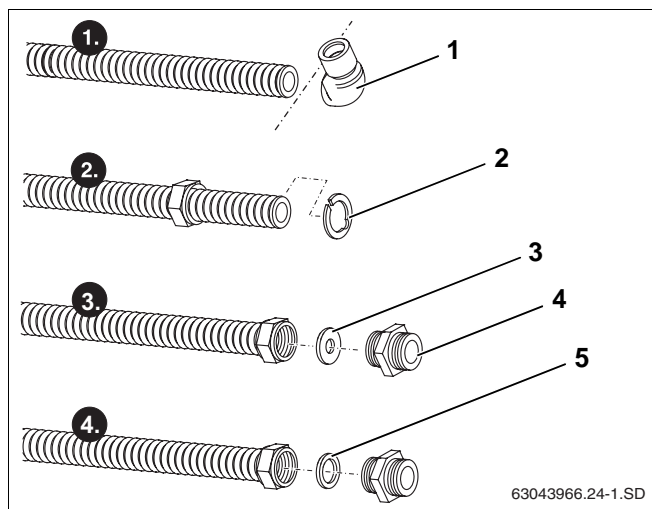

Bild 57 Bereda anslutningsrör
- ▶ Ta bort vinkeln (bild 57, **pos. 1**) från anslutningsröret med rörskararen.
- ▶ Lägg låsbrickan (bild 57, **pos. 2**) bakom den första pannan och tryck ihop. Låsbrickan måste ligga jämt mot överfallsmutterns kant.
- ▶ Lägg brickan (bild 57, **pos. 3**) framför anslutningsrörets snittyta i överfallsmuttern.
- ▶ Skruva in anslutningsnippeln (bild 57, **pos. 4**) ordentligt i överfallsmuttern, så att en plan tätningsyta erhålls vid anslutningsröret.
- ▶ Lägg i tätningen (bild 57, **pos. 5**) och skruva in anslutningsnippeln.